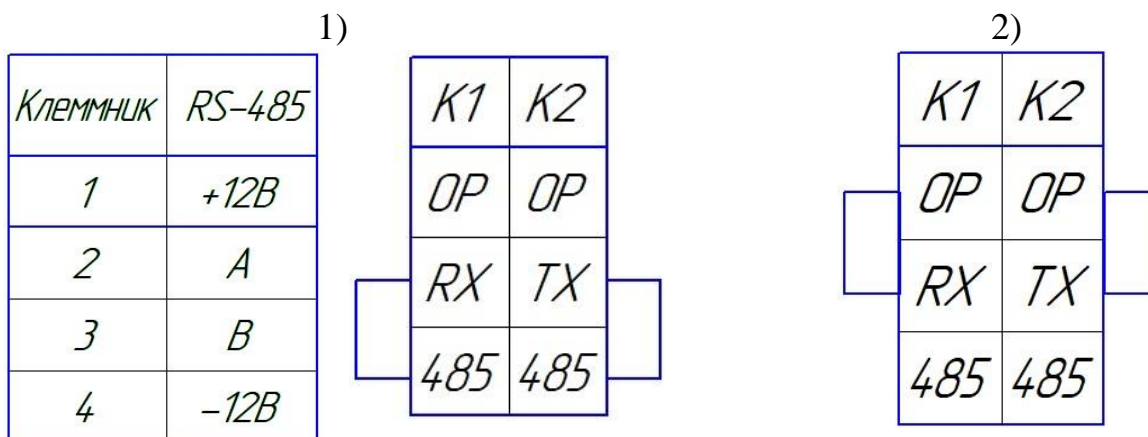

Рисунок 8 – схема подключения интерфейсов : 1) RS-485; 2) оптический порт.
*Для счетчика СГБЭТ «Сигма А», для включения оптического интерфейса связи или RS-485 необходимо установить перемычки на плате в батарейном отсеке согласно схеме рис.8